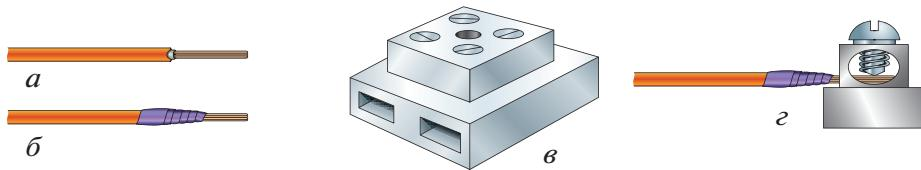

Рис. 11.2. Оконцевание многожильного провода тычком и крепление
Провода могут по-разному подключаться к электроарматуре. В зависимости от конструкции клемм (зажимов) выбирают способ оконцевания проводов: тычком (рис. 11.2) или колечком (рис. 11.3). В связи с тем, что электрическая цепь, как правило, бывает разветвлённой, при её монтаже возникает необходимость срастить два конца провода или сделать ответвление.
2. Выполните оконцовывание многожильного провода тычком (см. рис. 11.2).